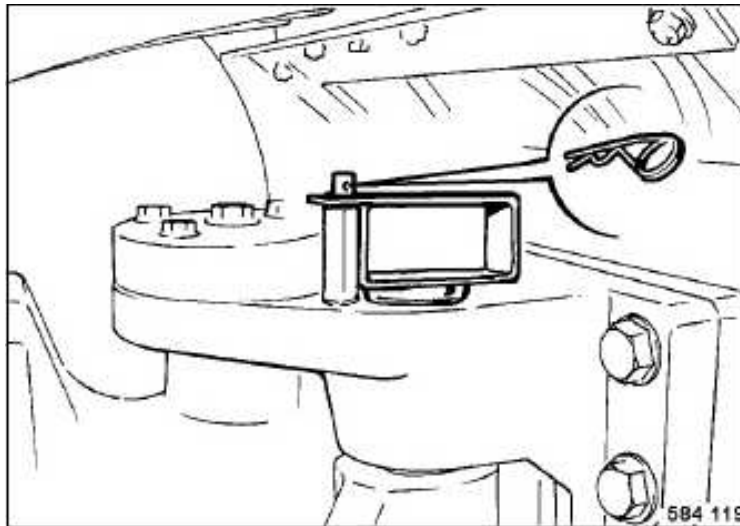

Fig. 70
- Encajar el seguro para la articulación de codo y asegurarlo con el pasador elástico (Fig. 70).